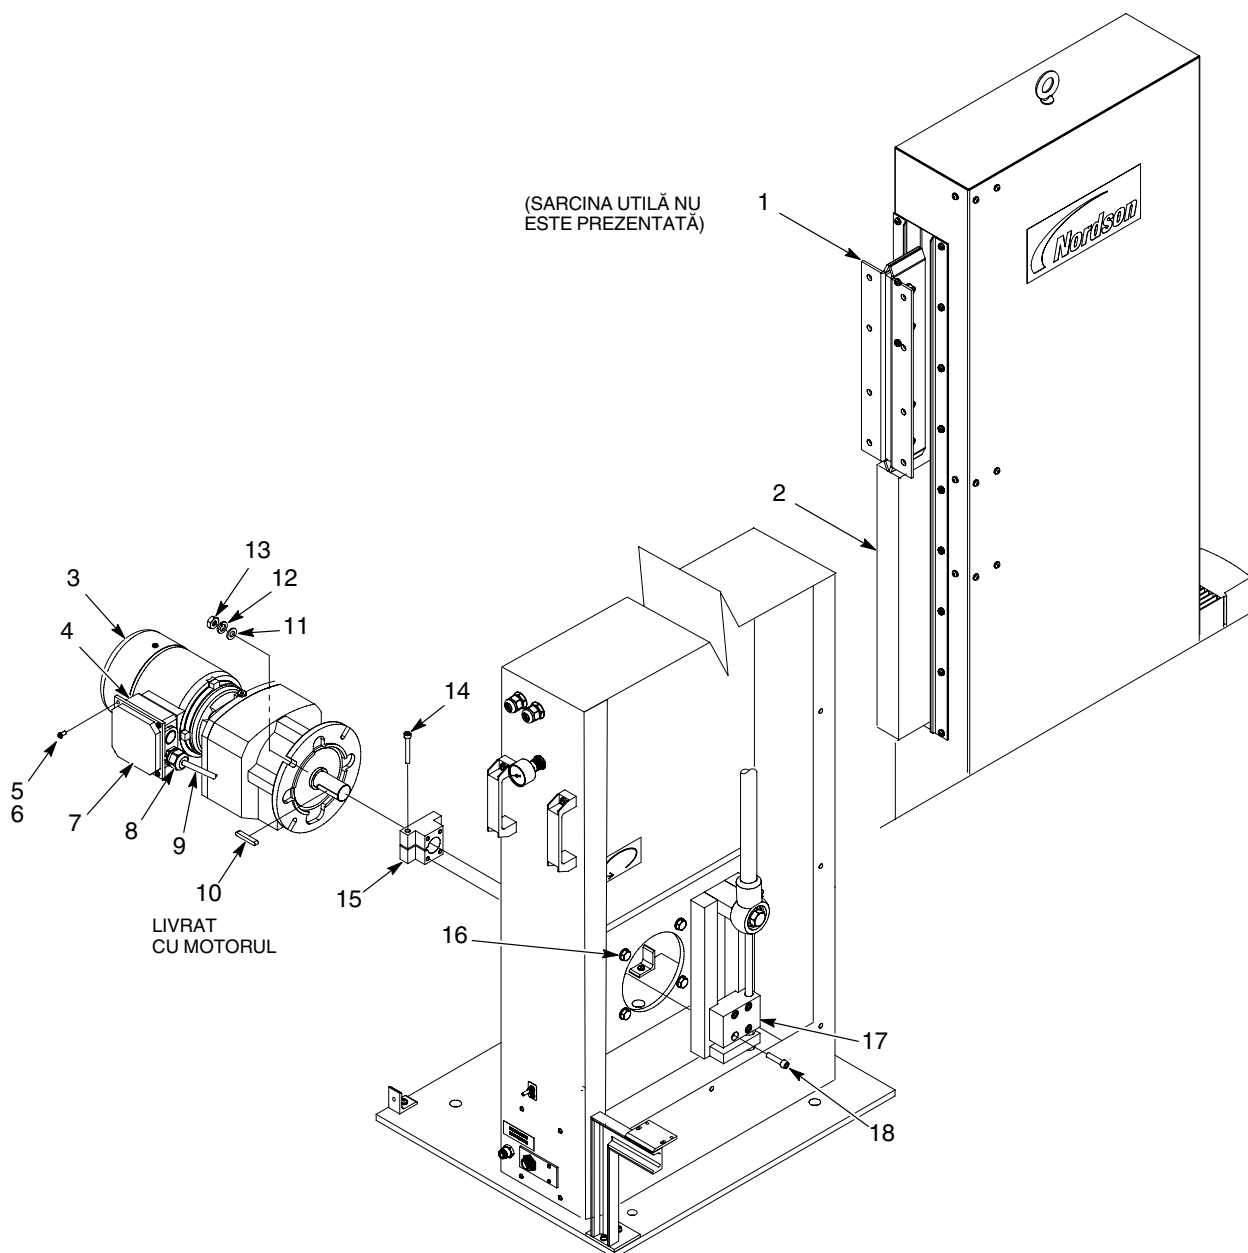

Figura 14 Înlocuirea motoreductorului
1. A se vedea Figura 14. Deplasați căruciorul pistolului (1) până la poziția cursei superioare. Folosiți un bloc (2), așa cum se prezintă pentru asigurarea căruciorului pistolului (1).
- a. Demontați șuruburile (5) și șaibele de blocare (6) care fixează capacul (7) la cutia de conexiuni (4).
- c. Demontați manșonul de detensionare a cablului (8) și păstrați-l pentru utilizare la noul motoreductor.
- d. Deconectați firele cablului din cutia de conexiuni (4). Trageți cu grijă cablul (9) din cutia de conexiuni.
4. Desfaceți șuruburile (18) care fixează brațul de torsiune (17) la blocul arborelui (15). Ridicați brațul de torsiune și basculați-l lateral.
5. Demontați piulițele (13), șaibele de blocare (12) și garniturile (11) care fixează motoreductorul (3) de prezoanele de montare (19). Demontați motoreductorul de la oscilator.
6. Slăbiți șurubul (14) de la blocul arborelui (15). Scoateți blocul arborelui de la motoreductor (3).
**NOTĂ:** Verificați lungimile noii și vechii pene a arborelui (10). În cazul în care noua pană a arborelui este mai lungă decât vechea pană a arborelui, fie scurtați-o, fie folosiți vechea pană a arborelui.